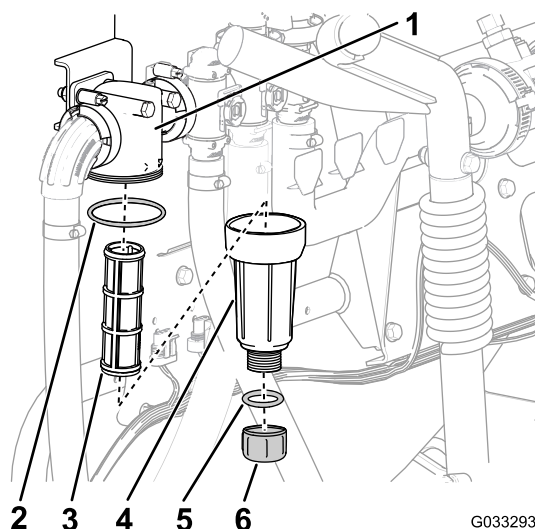

Figura 60
2. Amplasai o tavă de golire sub filtrul de presiune (Figura 60).
3. Rotiți bușonul de golire în sens invers acelor de ceasornic și îndepărtați-l de la vasul filtrului de presiune (Figura 60).
4. Rotiți vasul în sens invers acelor de ceasornic și îndepărtați-l de la capul filtrului (Figura 60).
5. Îndepărtați elementul de filtrare al vechiului filtru de presiune (Figura 60).
6. Verificați dacă există deteriorări și uzură la nivelul inelului de etanșare pentru bușonul de golire (situat în interiorul vasului) și al inelului de etanșare pentru vas (situat în interiorul capului filtrului) (Figura 60).
7. Montai un nou element de filtrare pentru filtrul de presiune pe capul filtrului (Figura 60).
8. Montai vasul pe capul filtrului și strângeți-l manual (Figura 60).
9. Montai bușonul la vas și strângeți-l manual (Figura 60).